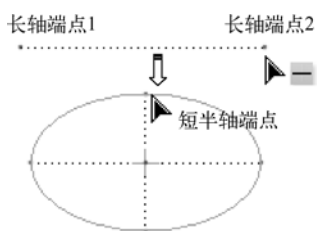

图 2-29 轴端点椭圆
- **轴端点椭圆**: 以长轴的两个端点和一个短半轴端点来绘制椭圆,如图2-29所示。